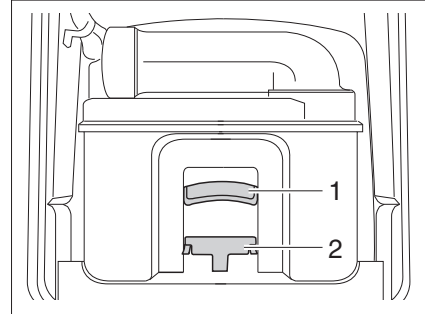

Fig. 160 Cassette Thetford
- Accionar el desbloqueo (Fig. 160,1) y extraer el inodoro cassette sujetándolo del asidero (Fig. 160,2).